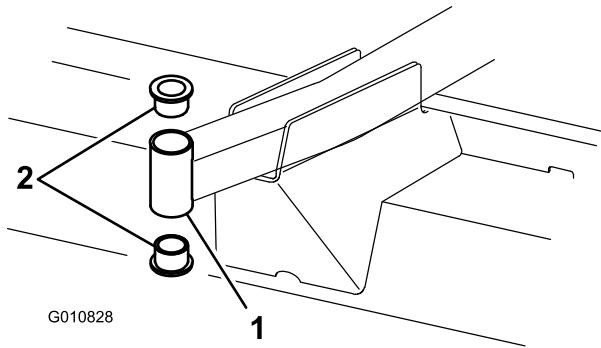

図 21
- 取り付けチューブの上または下からピンポンチを差し込み、ブッシュをたたき出す図 21。もう1個のブッシュについても同様にして取り出す。